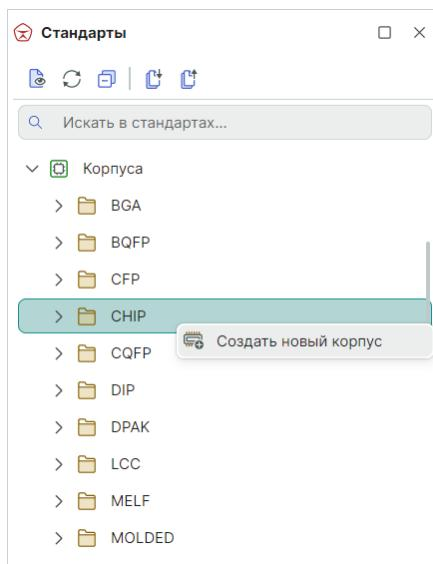

Рис. 107 Создание нового корпуса
2. Выберите требуемый тип корпуса, и в контекстном меню выберите пункт «Создать новый корпус», Рис. 107.